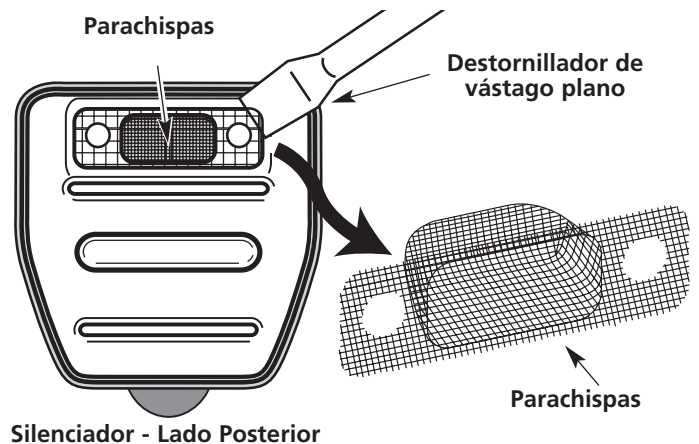

Fig. 27
4. Despegue cuidadosamente el parachispas con un destornillador de punta plana del orificio en bajo relieve (Fig. 27). Quite el parachispas del silenciador.
5. Limpie el parachispas con un cepillo de cerdas metálicas. Cámbielo si está dañado o si no lo puede limpiar completamente. (Fig. 27).